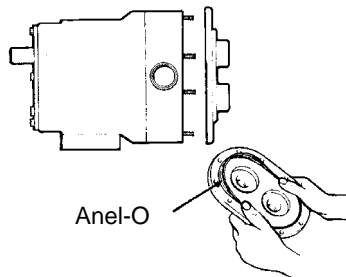

Figura 32 - Remova o anel tórico
2. Remova a tampa. Se ela estiver emperrada, solte-a com um martelo macio. Remova e descarte o anel tórico da tampa (Figura 32).